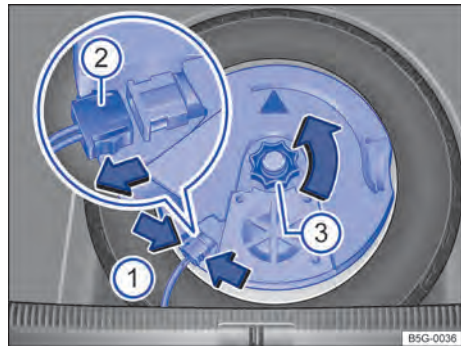

Fig. 255 En el maletero: desmontar el subwoofer (variante 1).
- Para desbloquear el conector → fig. 255 ②, comprima las pestañas de encastre → fig. 255 (flechas ①).
- Desacople el conector → fig. 255 ② en el sentido de la flecha y deje el cable a un lado.
- Desenrosque la ruedecilla → fig. 255 ③ en el sentido de la flecha.
- Acople el conector → fig. 255 ② hasta que encastre de forma audible.
- Enrosque la ruedecilla → fig. 255 ③ en el tornillo prisionero en el sentido contrario al de la flecha hasta que el subwoofer quede bien fijado.